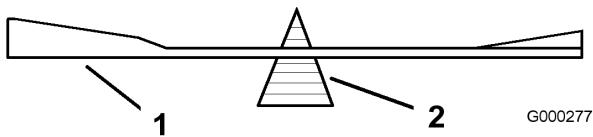

Figure 43
2. Vérifiez l'équilibre de la lame en la plaçant sur un équilibrage (Figure 43). Si la lame reste horizontale, elle est équilibrée et peut être utilisée. Si la lame est déséquilibrée, limez un peu l'extrémité de la partie incurvée seulement (Figure 43). Répétez la procédure jusqu'à ce que la lame soit équilibrée.